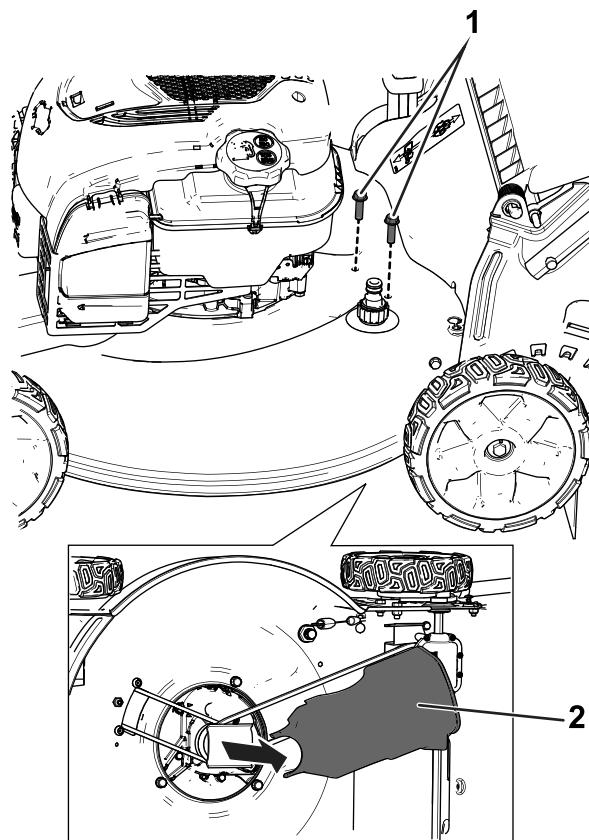

Figura 3
7. Retire y guarde la cubierta de correa inferior trasera y los pernos correspondientes (Figura 3).